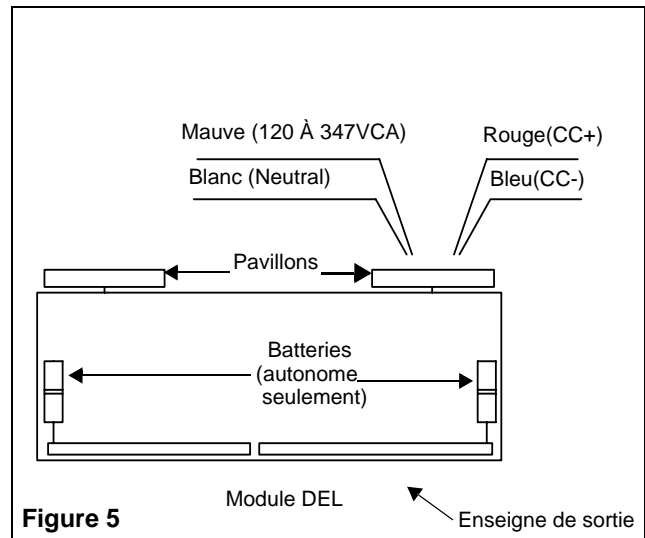

Figure 5
6. Effectuer les connections nécessaires, notre modèle universel standard peut recevoir un courant de 120 à 347 VCA (voir fig 5).
Se rapporter au câblage CA et CC de la figure 5.